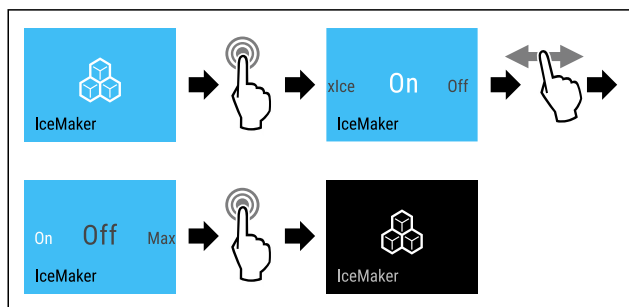

Fig. 23 Vzorčni prikaz z aktivno funkcijo IceMaker
- ▶ Izvedite zahtevane korake (glejte Fig. 23).